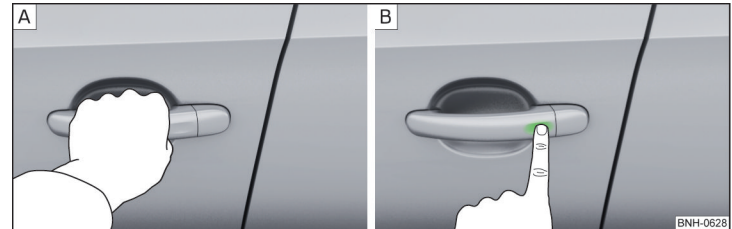

Abb. 31 Fahrzeug entriegeln / Fahrzeug verriegeln
- Den Türgriff greifen, um das Fahrzeug zu **entriegeln** » Abb. 31 - **A**.
- Den Sensor am Türgriff mit dem Finger berühren, um das Fahrzeug zu **verriegeln** » Abb. 31 - **B**.